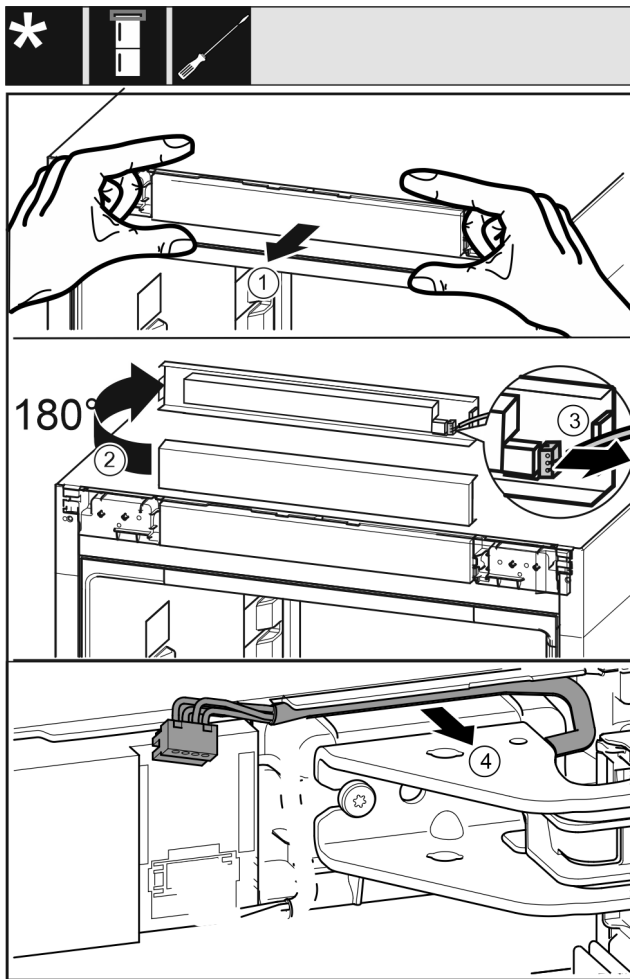

Fig. 19
- Bedienblende Fig. 19 (1) vorsichtig nach vorne lösen.
- Bedienblende Fig. 19 (2) nach oben um 180° drehen.
- Rastnase Fig. 19 (3) nach hinten drücken und den Stecker vorsichtig herausziehen.
- Kabel Fig. 19 (4) über Lagerbock vorsichtig aus der Führung lösen.